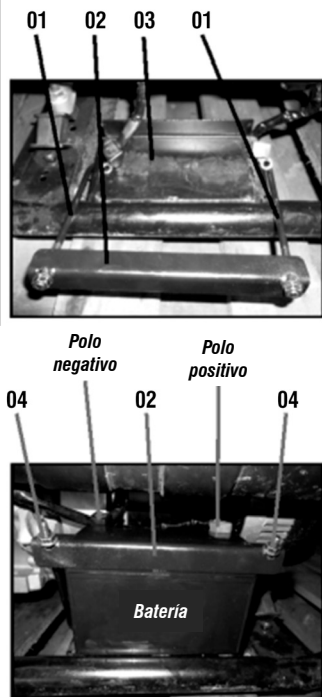

Fig. 20 — Instalación de la batería
- Conecte el terminal negativo (-) del generador en el polo negativo de la batería (color negro) (fig. 20);
- Conecte el terminal positivo (+) del generador en el polo positivo de la batería (color rojo) (fig. 20);
- Encaje el soporte (pieza 2) en la batería (fig. 20);